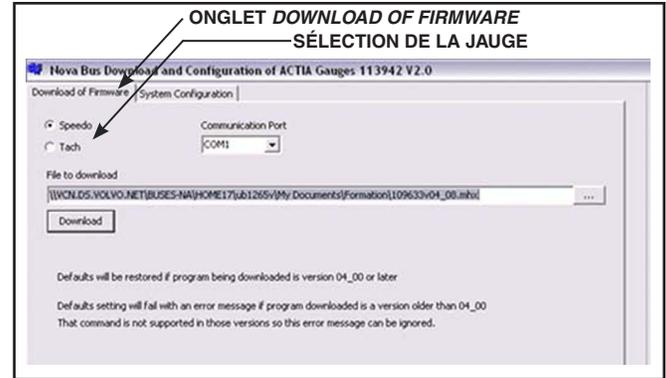

Figure 16 - Fenêtre de sélection de la jauge à programmer
6. Sélectionner l'onglet **DOWNLOAD OF FIRMWARE**. Voir Figure 16.
- a. Sélectionner **SPEEDO** pour la jauge maîtresse. Voir Figure 16.
- b. Sélectionner **TACH** pour la jauge arrière. Voir Figure 16.